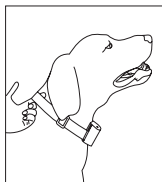

Abb. 3
- » Lassen Sie unter dem Halsband immer eine fingerbreite Platz (Abb. 3).